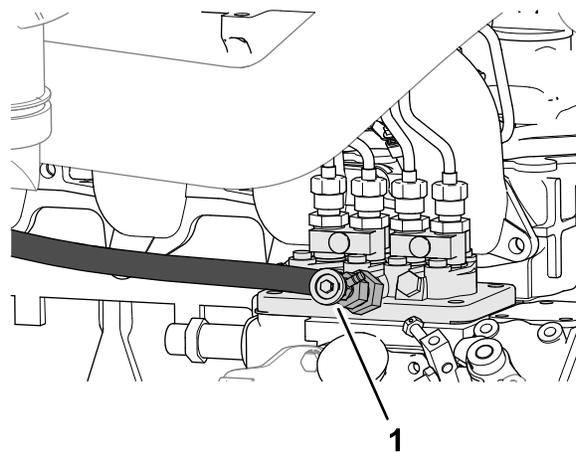

Рисунок 84
4. Выверните продувочный винт из насоса для впрыска топлива (Рисунок 84).